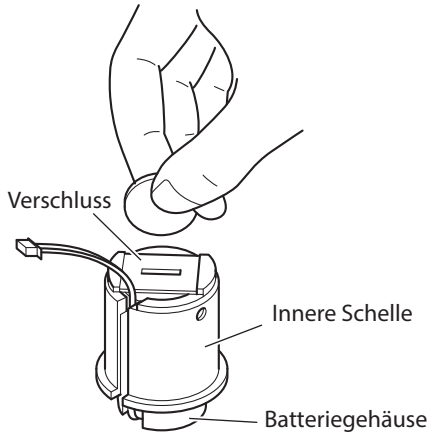

Abb. 23: Den Batterieverschluss entfernen
- 4 Drehen Sie den Verschluss des Batteriegehäuses mit einer Münze und nehmen Sie die Batterie heraus. (Abb. 23 und 24).